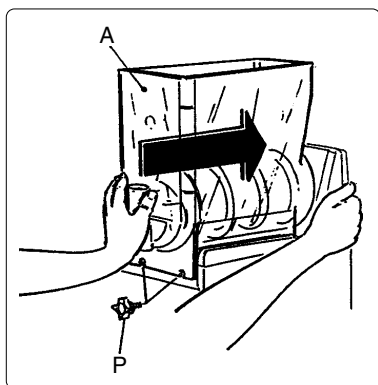

Fig. 17
- g) Remontez le bac (A) en le plaçant dans son propre logement et en faisant attention à ce qu'il s'assemble exactement avec son joint pour garantir l'étanchéité (voir la fig. 17), ensuite, remontez les pommeaux (P).